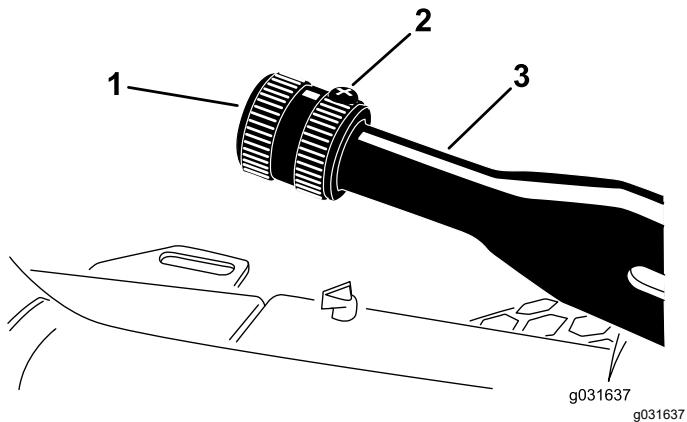

図 60
1. 調整ノブをブレーキレバーに固定している固定ねじをゆるめる図 60。